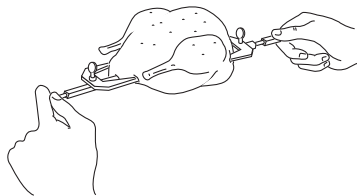

fig. 2
- Enfie a comida no espeto (I) e bloqueie-a com as respectivas pinças (fig. 2) (ate bem a carne com o fio de cozinha para um resultado optimal).